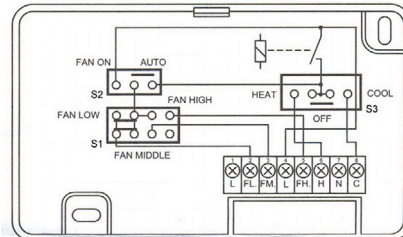

Figura 1
4. Instale los cables en el bloque de terminales. Para fijar los cables, ajuste los tornillos sobre el bloque de terminales. Antes de instalar los cables, debe verificar el diagrama de conexiones de su sistema (vea la figura 1). Si su sistema es de otro tipo, consulte a su distribuidor local o a un electricista profesional.
Este diagrama de conexiones típico (figura 1) muestra únicamente la identificación de los terminales y la conexión de los cables. Refiérase siempre a las instrucciones de conexión suministradas por el fabricante del equipo para el funcionamiento de las conexiones del sistema.